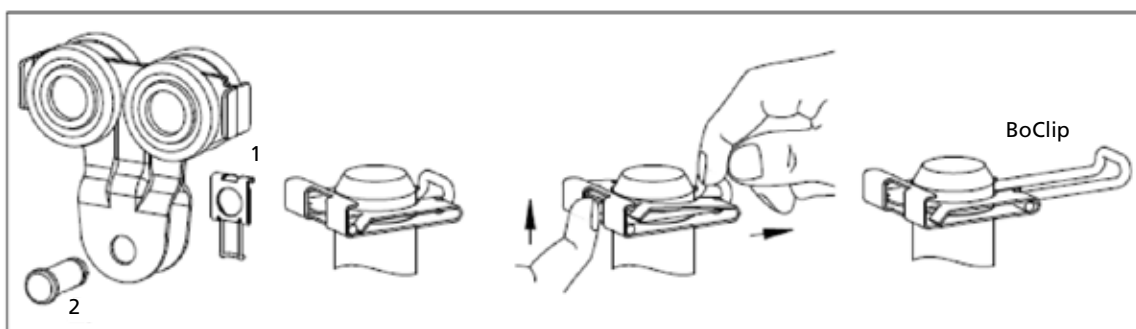

fig.60
2. Déposer les butées 1 (en suivant les instructions de la fig. 60) et retirer les axes de suspension 2.
6. Déposer la butée/goupille 1 (en suivant les instructions de la fig. 60) et extraire l'axe de suspension 2.